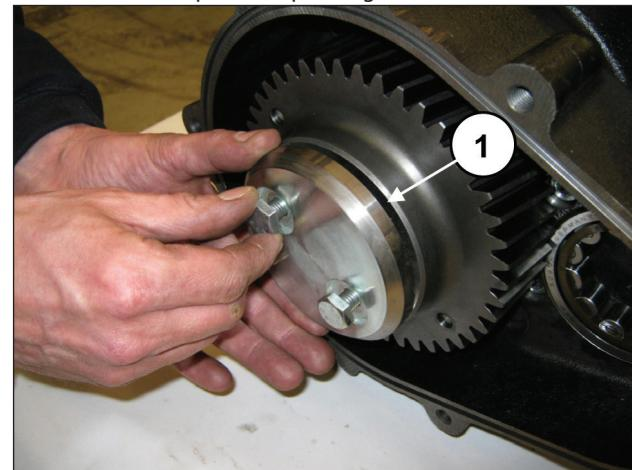

Fig. 78
Fixer le dispositif d'immobilisation de la couronne (rep. ①, Fig. 78) à l'aide de 2 vis M10x25.